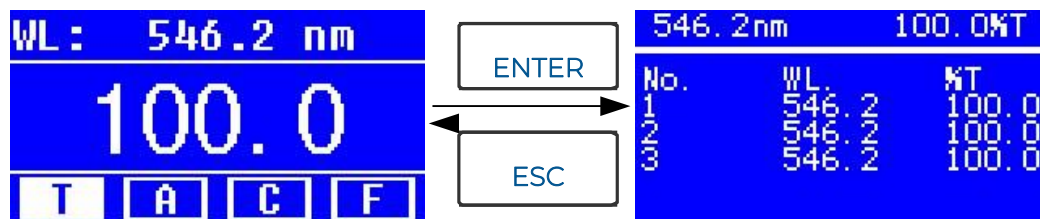

Figura 5
- 1 En la interfaz principal, presione la tecla **MODE** para mover el cursor a **"T"**, y verá el valor actual del %T de la muestra. Presione **ENTER** para entrar a la Interfaz de Medición Continua (figura 5).